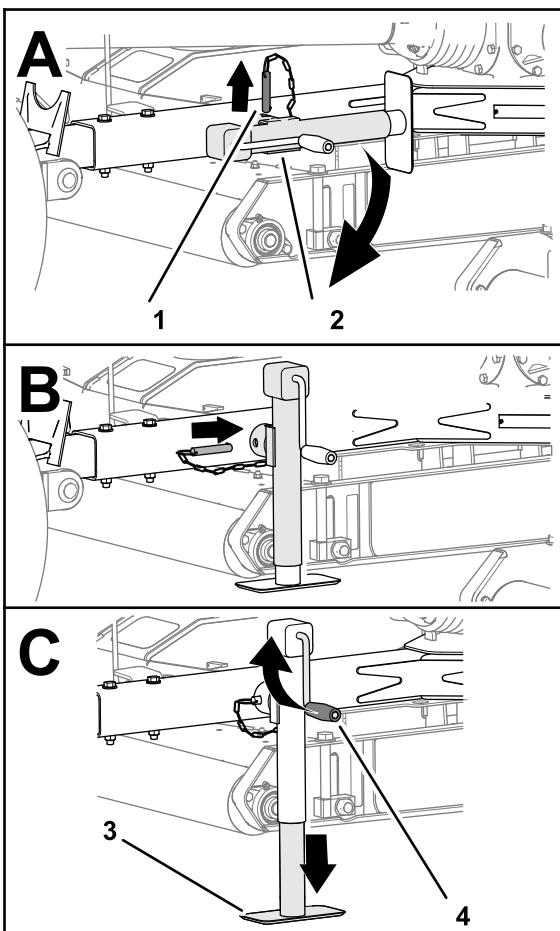

Figura 23
3. Retire el pasador y gire el gato de la barra de tiro en vertical (Figura 23).
4. Alinee el taladro en la barra de tiro con el taladro en el gato (Figura 23).
5. Inserte el pasador a través de los taladros en la barra de tiro y el gato (Figura 23).
- Gire la manivela del gato para elevar totalmente el apoyo del gato; consulte la Figura 23 en Uso del gato de la barra de tiro (página 16).